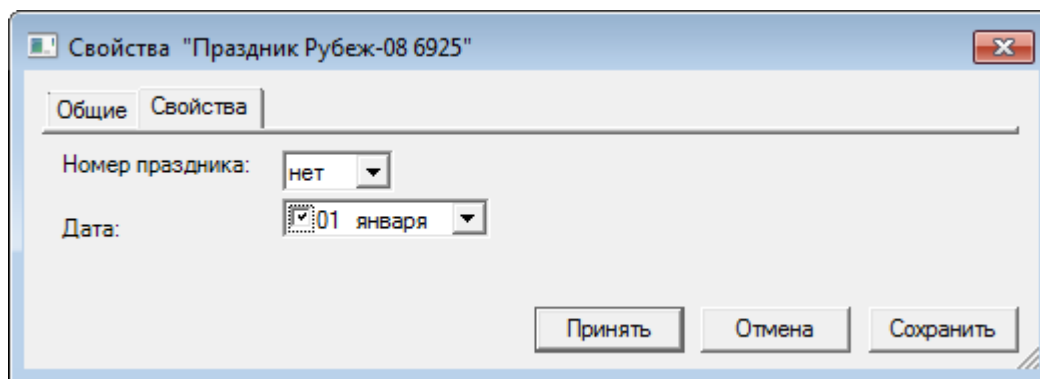

Рисунок 26 — Свойства Праздников Рубеж-08
3. На вкладке **Свойства** свойств элемента (рисунок 26) в поле **Номер праздника** введите уникальный номер праздника (от 1 до 16), в раскрывающемся списке **Дата** укажите дату праздника.